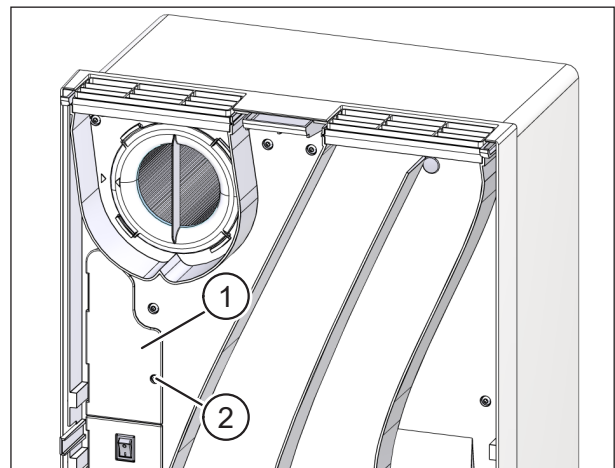

Fig. 42: Montarea plăcii de acoperire a compartimentului electronic
- ▶ Introduceți placa de acoperire a compartimentului electronic (elementul 1 în Fig. 42) în aparatul de ventilație.
- ▶ Utilizați șurubul Torx (elementul 2 în Fig. 42) pentru a fixa capacul compartimentului electronic.